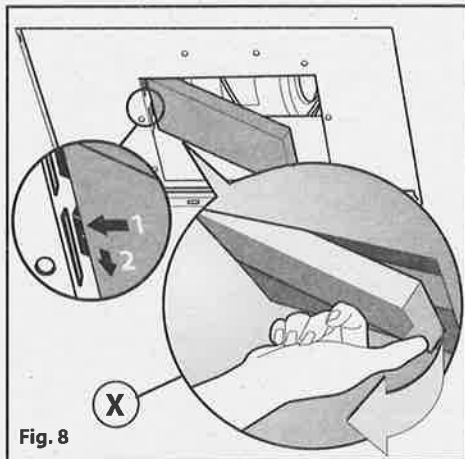
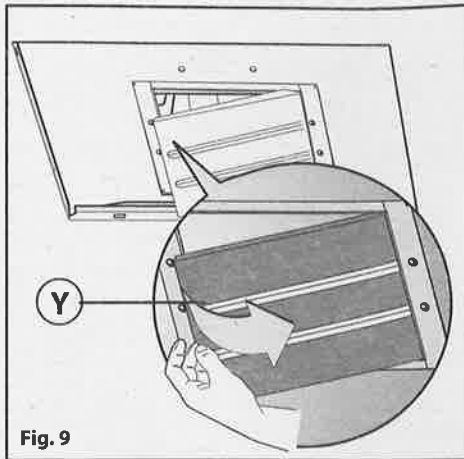

Fig. 8
Fig. 9
- Per trasformare la cappa da versione ASPIRANTE a versione FILTRANTE i filtri al carbone devono essere ordinati presso il vostro rivenditore come accessorio. Abbiamo disponibili due tipi diversi di Kit, uno con filtri a carbone a cassetta (Fig. 8) e l'altro con i filtri a carbone rigenerabili (lavabili) (Fig.9)
tirare verso l'esterno la leva come indicato in (Fig. 8).
- Per sostituire i filtri a carbone rigenerabili Y, rimuovere le staffe dalla sede, tirandole verso l'esterno. (Fig.9)